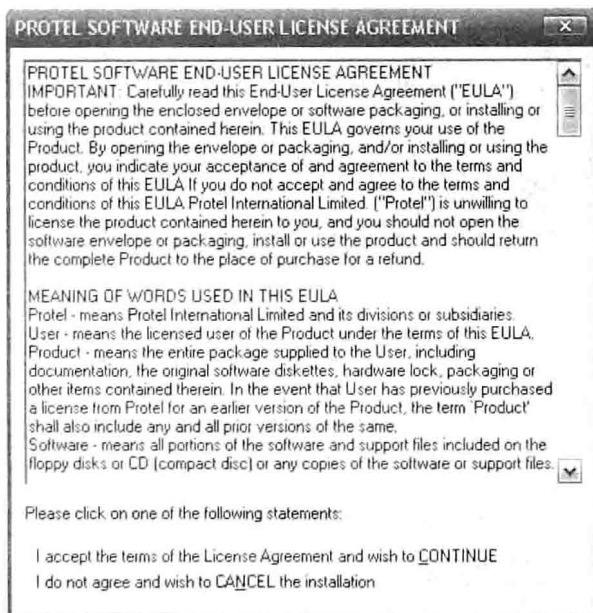

图 1-6 补丁程序安装操作界面
(1) 安装补丁程序
① 在软件安装盘里找到“Protel 99 SP6”文件夹打开，双击“Protel 99 SE Service Pack 6”图标弹出如图 1-6 所示对话框，单击“I accept the terms of the License Agreement and wish to CONTINUE”项进行补丁程序的安装。